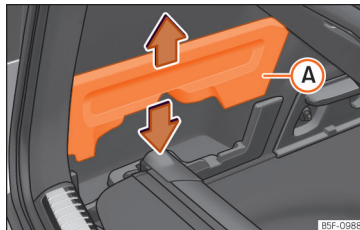

Fig. 143 Nel bagagliaio: alloggiamento per la riposizione del pianale avvolgibile.
- Rimuovere i coperchi a sinistra e a destra »» **fig. 143 A.**